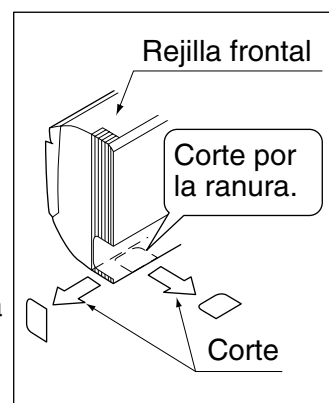

Fig. 4
- Verifique la ubicación del agujero con ayuda del plano de instalación que se incluye (3).
- Coloque temporalmente el panel de instalación (1) en la posición de sujeción temporal indicada en el plano de instalación (3) y utilice un nivel para controlar que la manguera de desagüe esté nivelada o ligeramente inclinada hacia abajo.
- Asegure el panel de instalación (1) a la pared con tornillos o pernos.
- Si utiliza los tornillos de fijación para el panel de instalación (2), sujete con 4 tornillos como mínimo en cada lado (8 tornillos en total del (tipo 15-32) y 9 tornillos del (tipo 40-63)) en la posición de instalación recomendada en el plano de instalación que se incluye (3).
#### (3) En caso de emplear las posiciones izquierda, abajo izquierda, derecha o abajo derecha para la tubería, corte el agujero pasante para la tubería delante de la rejilla. (Refiérase a la Fig. 4)